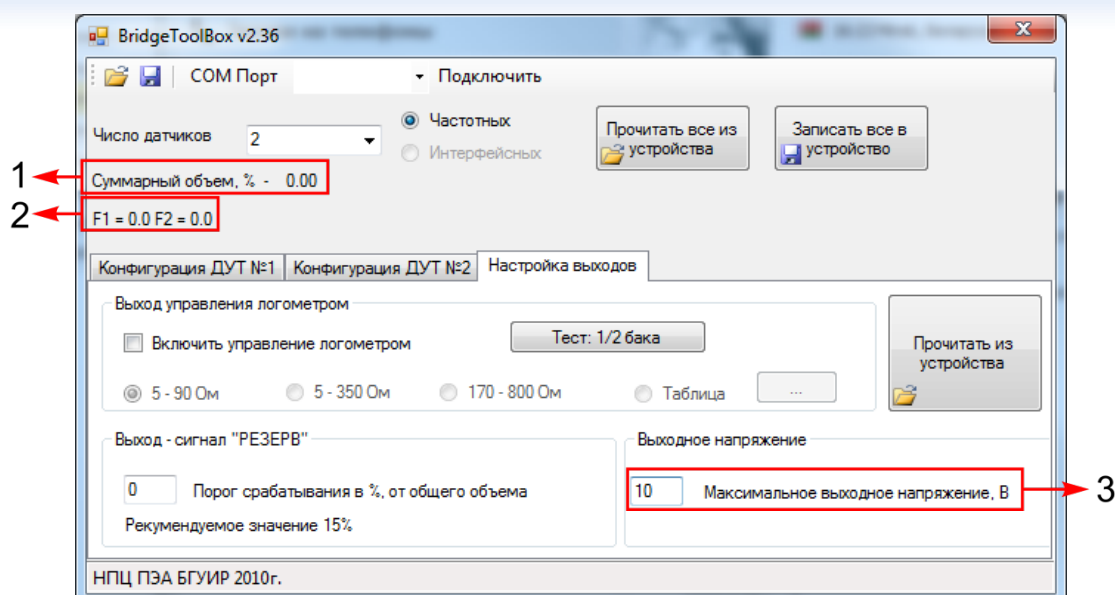

Рисунок 12 – Настройка выходов
2. В поле «Максимальное выходное напряжение, В» указать значение напряжения в диапазоне от 0 до 10 В (рис.12,3).
4. Измеряемая частота на сконфигурированных ДУТ должна быть в диапазоне 500...1500 Гц (рис. 12,2).
5. Суммарный объем, отображаемый в окне программы (рис. 12,1) должен соответствовать залитому в баки объему топлива.